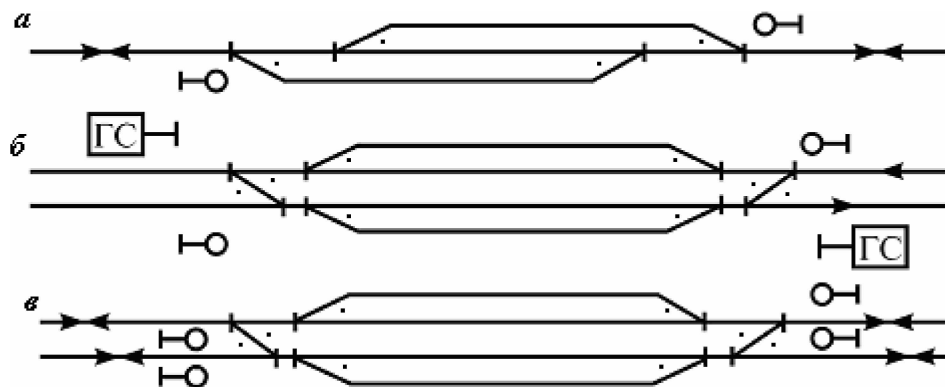

Рис. 9.4. Границы раздельных пунктов
- на однопутных участках — входные светофоры (рис. 9.4, а);
– на двухпутных участках по каждому в отдельности главному пути - с одной стороны - входной светофор, а с другой стороны – сигнальный знак «Граница станции», устанавливаемый на расстоянии не менее 50 м от предельного столбика или стыков рамных рельсов (рис. 9.4, б).
На двухпутных участках, оборудованных двухсторонней автоблокировкой, границей станции по каждому в отдельности главному пути являются входные светофоры (рис. 9.4, в).